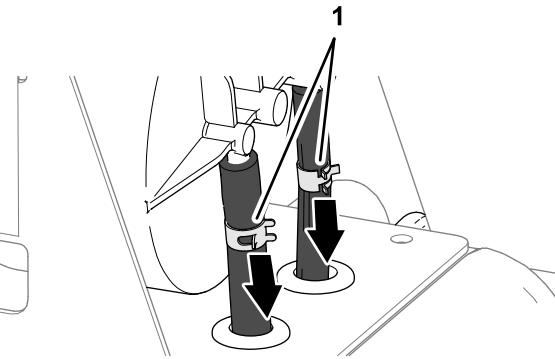

図 72
- カーボンキャニスタのフィッティングにホースを固定しているホースクランプ2個をゆるめる図 72。